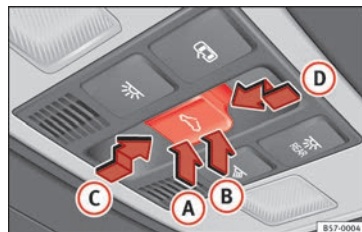

Fig. 134 Nel rivestimento interno del tetto: tasto del tettuccio di vetro.
Il tasto  » fig. 134 presenta due livelli. Nel primo livello è possibile porre il tettuccio di vetro in posizione di deflettore e aprirlo o chiuderlo, completamente o parzialmente. »
- *Tettuccio di vetro:* prima che siano trascorsi approssimativamente 5 secondi dall'attivazione della protezione antischiacciamento, premere il tasto  » » fig. 134 fino al secondo livello nel senso della freccia » » fig. 134 ① finché il tettuccio non si sarà chiuso completamente.